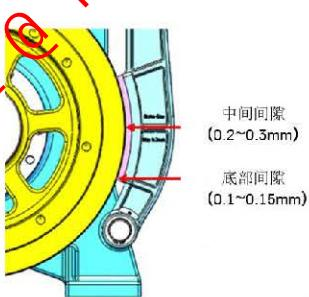

图 8-2
- 2) 电磁铁线圈通电，打开制动器，用塞尺检测制动间隙的大小，见图 8-2；